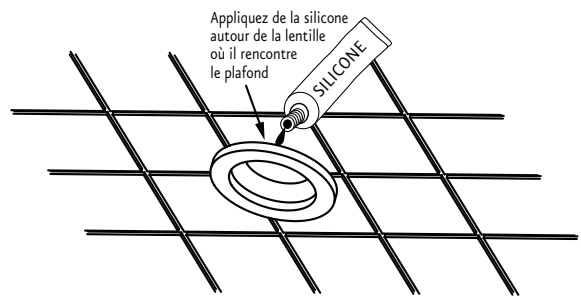

Figure 7
13. Remettre la lentille montage affleurant avec le plafond. (fig. 7)